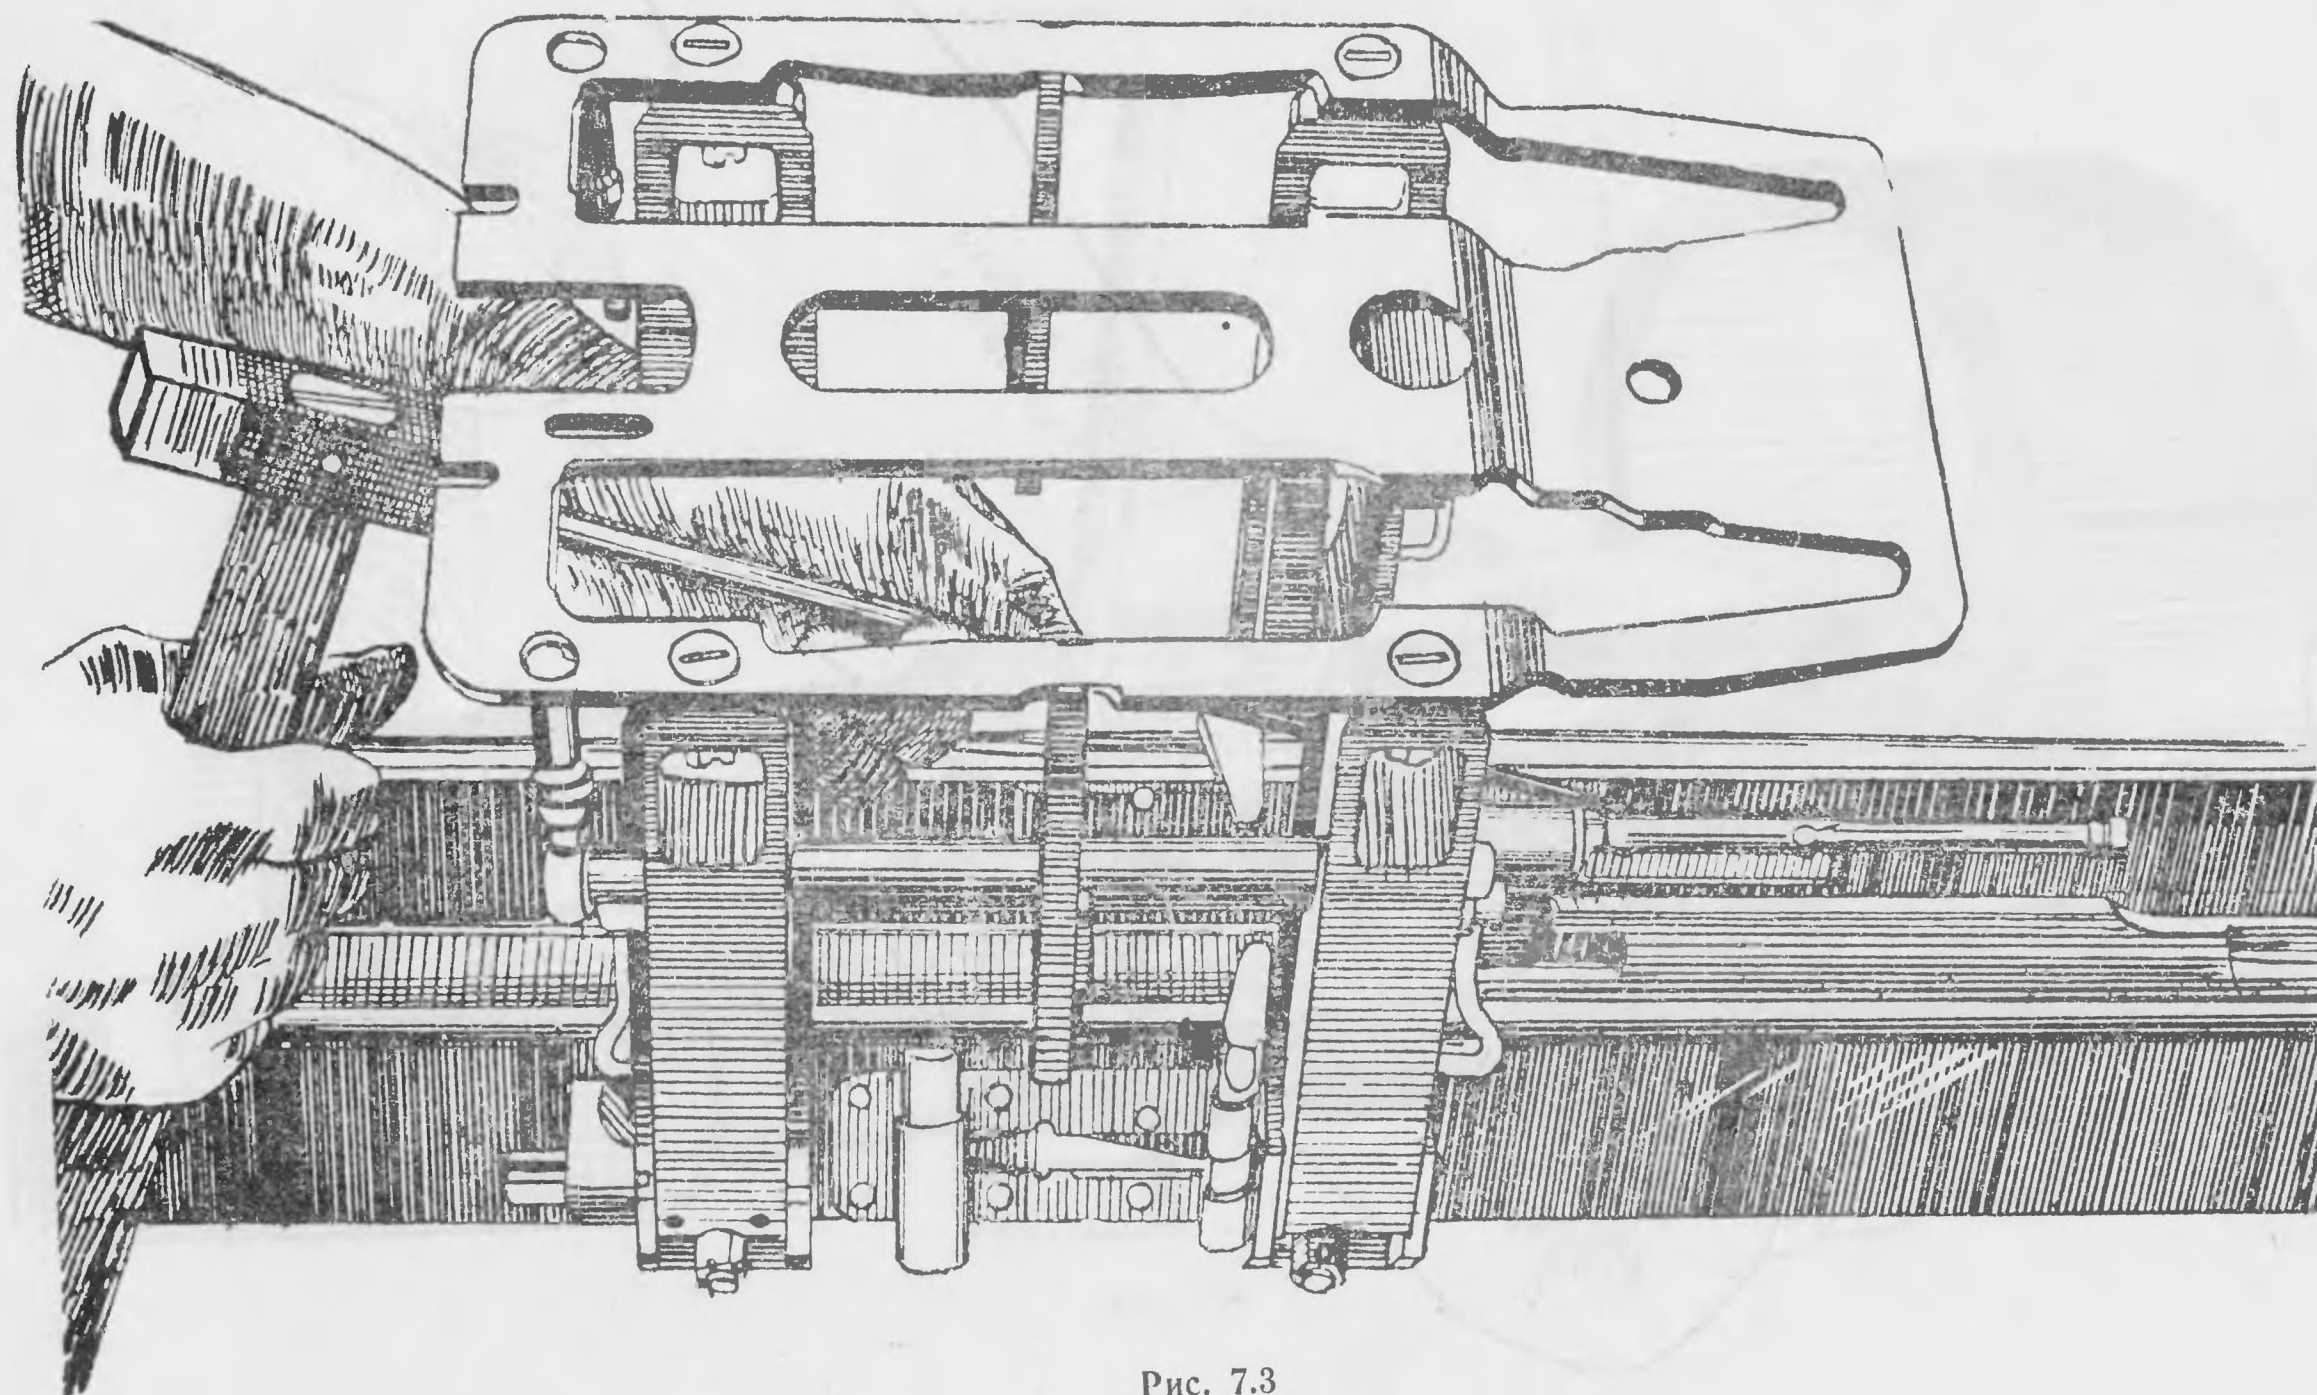
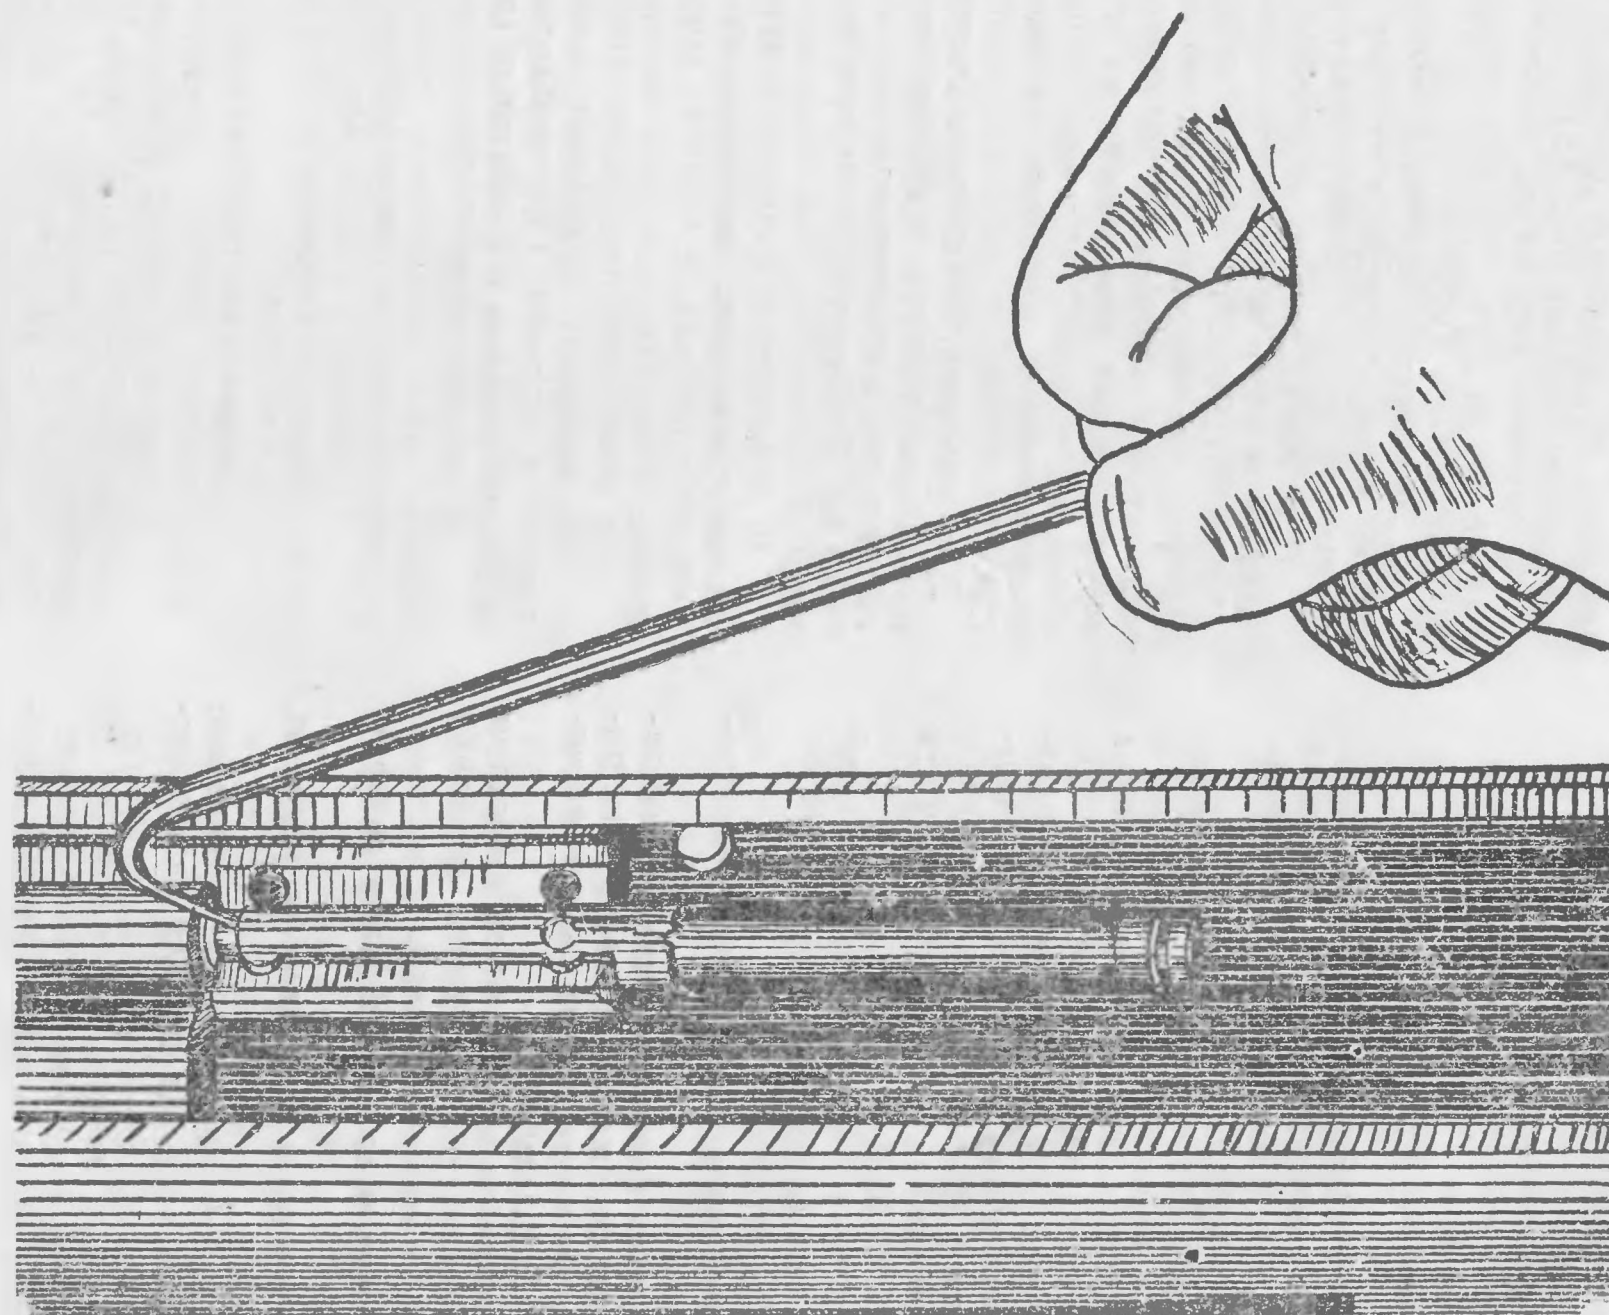

Рис. 7.3
Рис. 7.4
1) сдвиньте вкладыш до выхода из кронштейна с помощью выколотки Ø5 (рис. 7.3) или крючка (рис. 7.4);